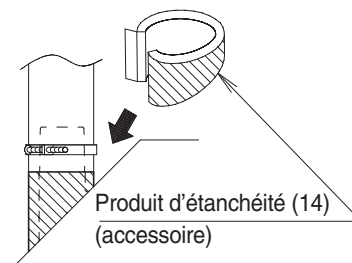
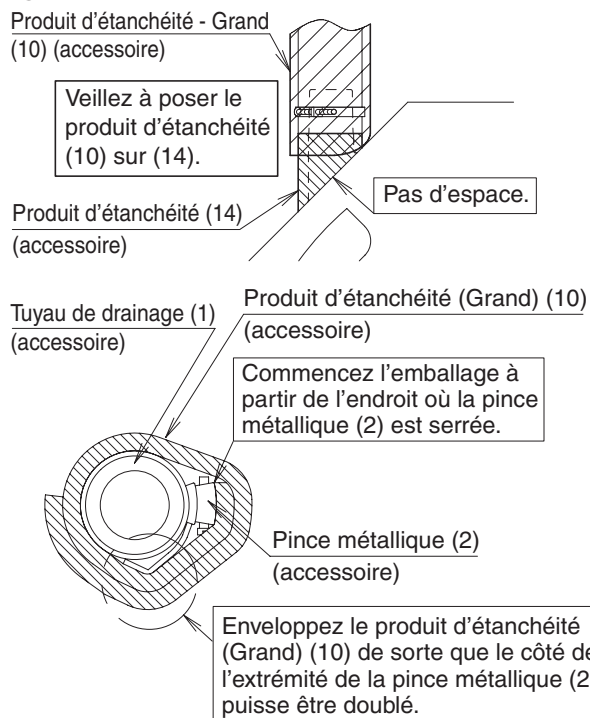

Fig. 20
Fig. 22
- Après avoir vérifié le drainage de l'eau, reportez-vous à **Fig. 20** et fixez le produit d'étanchéité (14) pour réaliser l'isolation thermique de la prise de drainage.
Après avoir vérifié le drainage de l'eau, reportez-vous à **Fig. 20** et fixez le produit d'étanchéité (14) pour réaliser l'isolation thermique de la prise de drainage.
- (3) **De la transpiration peut se produire et provoquer une fuite d'eau. Aussi, assurez-vous d'isoler le tuyau de drainage intérieur et les emplacements des douilles.** Après avoir vérifié le drainage, appliquez le produit d'étanchéité (14) joint en vous reportant à **Fig. 20**, et isolez le tuyau de drainage (1) et la pince métallique (2) avec le produit d'étanchéité (Grand) (10) en vous reportant à la **Fig. 22**.